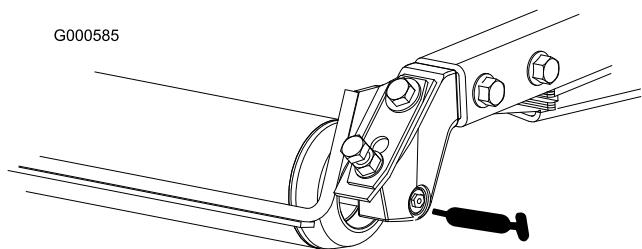

図 29
- ・ 後ローラのベアリング (各カッティングユニットに2ヶ所) (図 29)
注 ローラの注入部 (図 29) 面一フィッティングなので、グリスガン用ノズル・アダプタが必要です。パート番号は P/N 107-1998。ご注文は Toro 代理店へ。